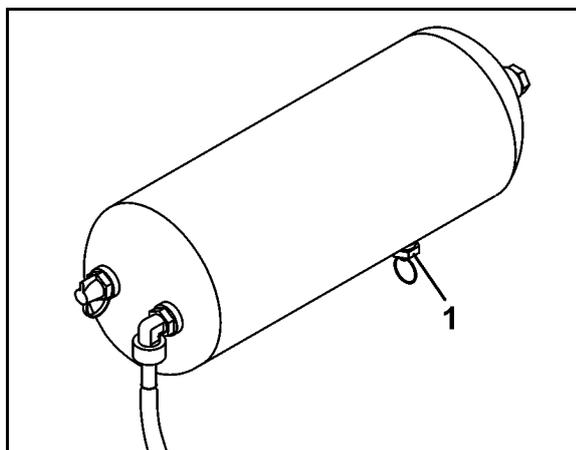

Fig. 107
1. Ziehen Sie das Entwässerungs-Ventil (Fig. 107/1) über den Ring solange in seitlicher Richtung, bis kein Wasser mehr aus dem Luftbehälter ausfließt.